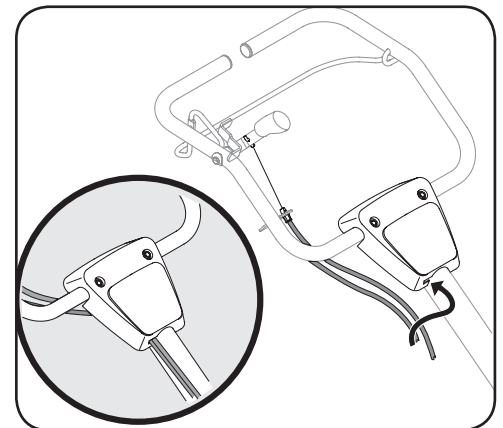

Figure 3-9
5. Calce los cables en las guías ubicadas en el panel de montaje de manija como se ve en la Figure 3-9.